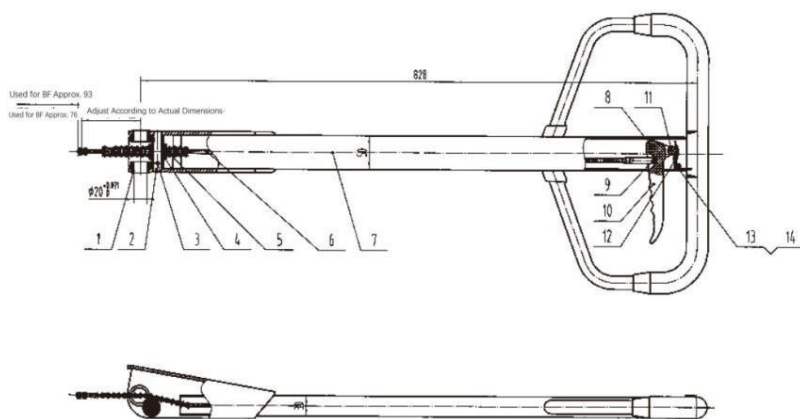

Рис. 6
1. Проверьте уплотнения на клапане картриджа (1) и при необходимости замените все уплотнения на клапане картриджа (1).
3. Нажмите на рукоятку до упора, чтобы сжать поршень масляного насоса (9).
4. Поместите фиксатор поршня непосредственно над пружиной (5) и шайбой (6), а также под опускающимся стопорным блоком рукоятки в гидравлическом блоке (16).
6. После того, как пружина (5) будет сжата, полностью переместите рукоятку в вертикальное положение.
7. Смотрите рисунок 6. Снимите пружинный стопор (1) с распределительного вала (2).
- Пружинный стопор (1)
- Звено цепи (3)
- Цепь (4)